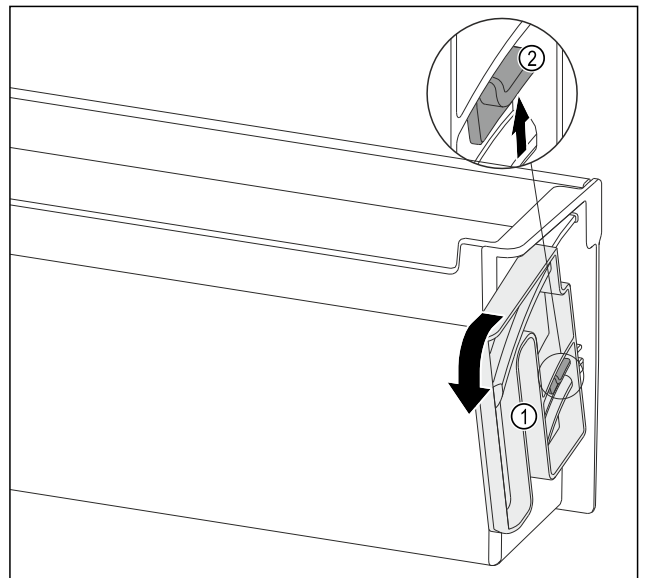

Fig. 123
- Dreheinheit Fig. 123 (1) in die angegebene Richtung bis zum Anschlag drehen.
- Lasche Fig. 123 (2) nach oben drücken und Dreheinheit Fig. 123 (1) entnehmen.